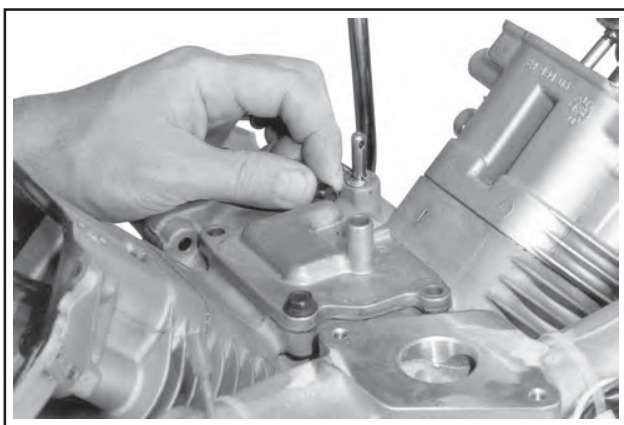

Abbildung 11-58. Installation der Schrauben (Positionen 3 und 4).
6. Den Entlüfterdeckel vorsichtig auf dem Kurbelgehäuse positionieren. Die ersten beiden geflanschten Sechskantschrauben in den in Abbildung 11-58 gezeigten Positionen installieren und manuell anziehen.